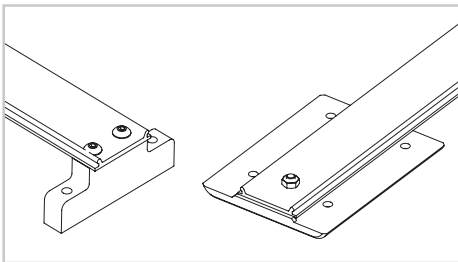

Fig. 6
- 5) Retirer les vis et les écrous qui fixent la bande aux plaques d'extrémité (Fig. 6).